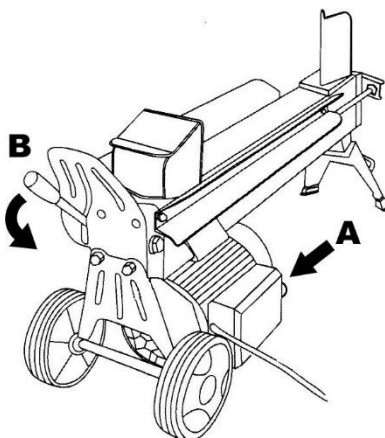

図 5
2. モーターのスイッチを押して、モーターを回します。(図 5-A)
4. 油圧操作レバーを下に押しつけると、油圧回路が切り替わり、ブランジャーブロックが薪を押しいき、薪が割れます。(図 5-B)